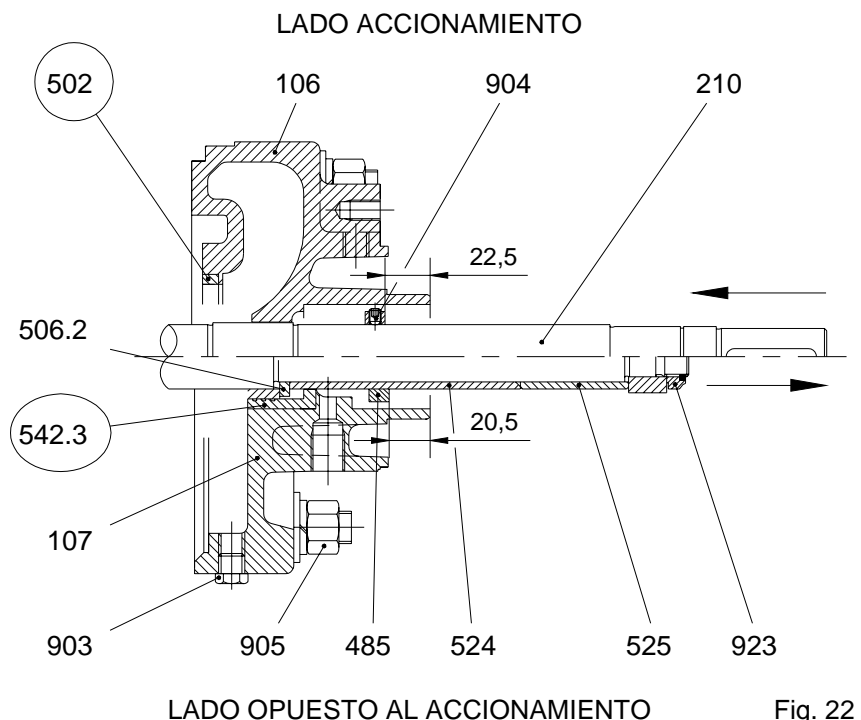

Fig. 22
- 7) En el lado de accionamiento, empujar el eje hacia la bomba hasta hacer tope, medir la distancia del exterior de la cámara de cierre hasta el anillo de tope del cierre mecánico VDMA 485, y comprobar que corresponda a 22,5 mm (ver la fig. 22): si no fuese el caso es necesario introducir anillos de suplemento hasta alcanzar el valor previsto.
En el lado opuesto al accionamiento, tirando del eje hacia el exterior, la medida del exterior de la cámara del cierre del cabezal de impulsión VDMA 107 al anillo de tope VDMA 485 sea de 20,5 mm (ver fig. 22).